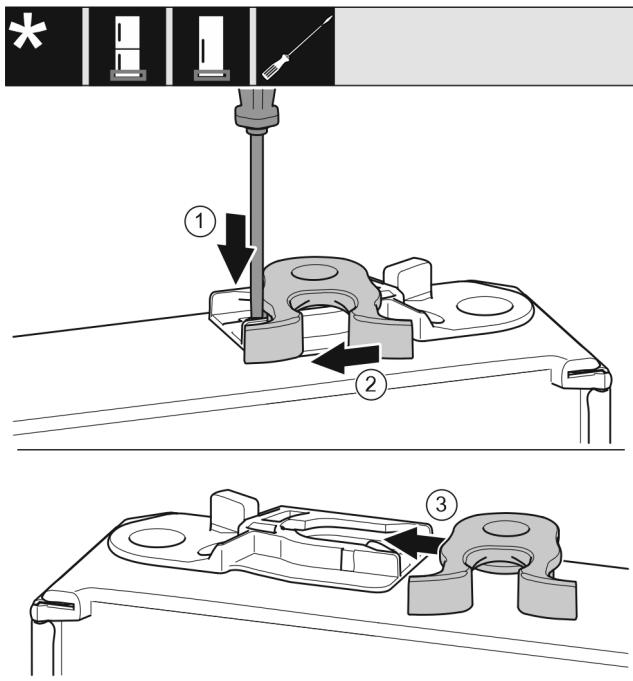

Fig. 15
- Ravnim odvijačem pritisnite jezičac prema dolje. *Fig. 15 (1)*
- Izvucite kuku za zatvaranje iz vodilice. *Fig. 15 (2)*
- Gurnite kuku za zatvaranje na drugoj strani u vodilicu. *Fig. 15 (3)*